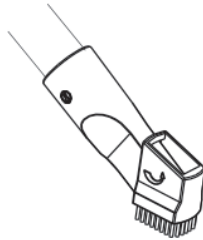

Fig. 9 – Bocal para rincones con escobilla
- Para limpieza en acolchados o tejidos utilice la boca con escobilla, conforme muestra la Fig. 9.